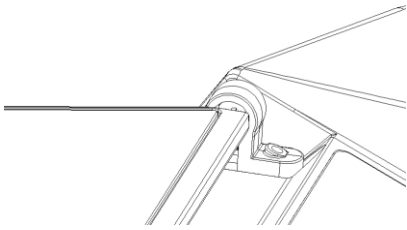

Рис.1
2. Как показано на рис. 1, поверните фиксирующую ручку (4) и опустите вертикальную стойку вниз, как показано на рис. 3.